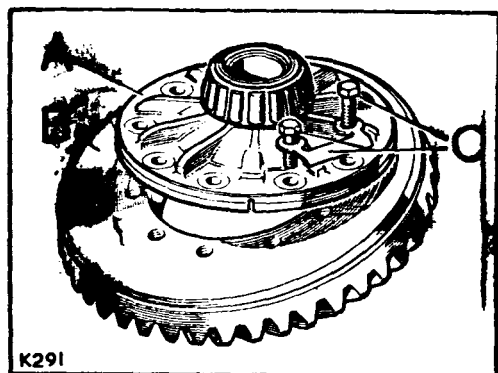

Fig. E1-43.- Elementos de fijación de la corona
1.09.- Separar la corona, B (Fig. E1-43), sujeto a la caja de satélites, A, por los tornillos, C.